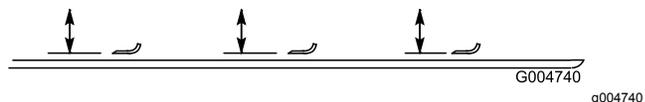

図 137
4. デッキの天井から各ブレードの前端の刃先までの距離を測る 図 137。